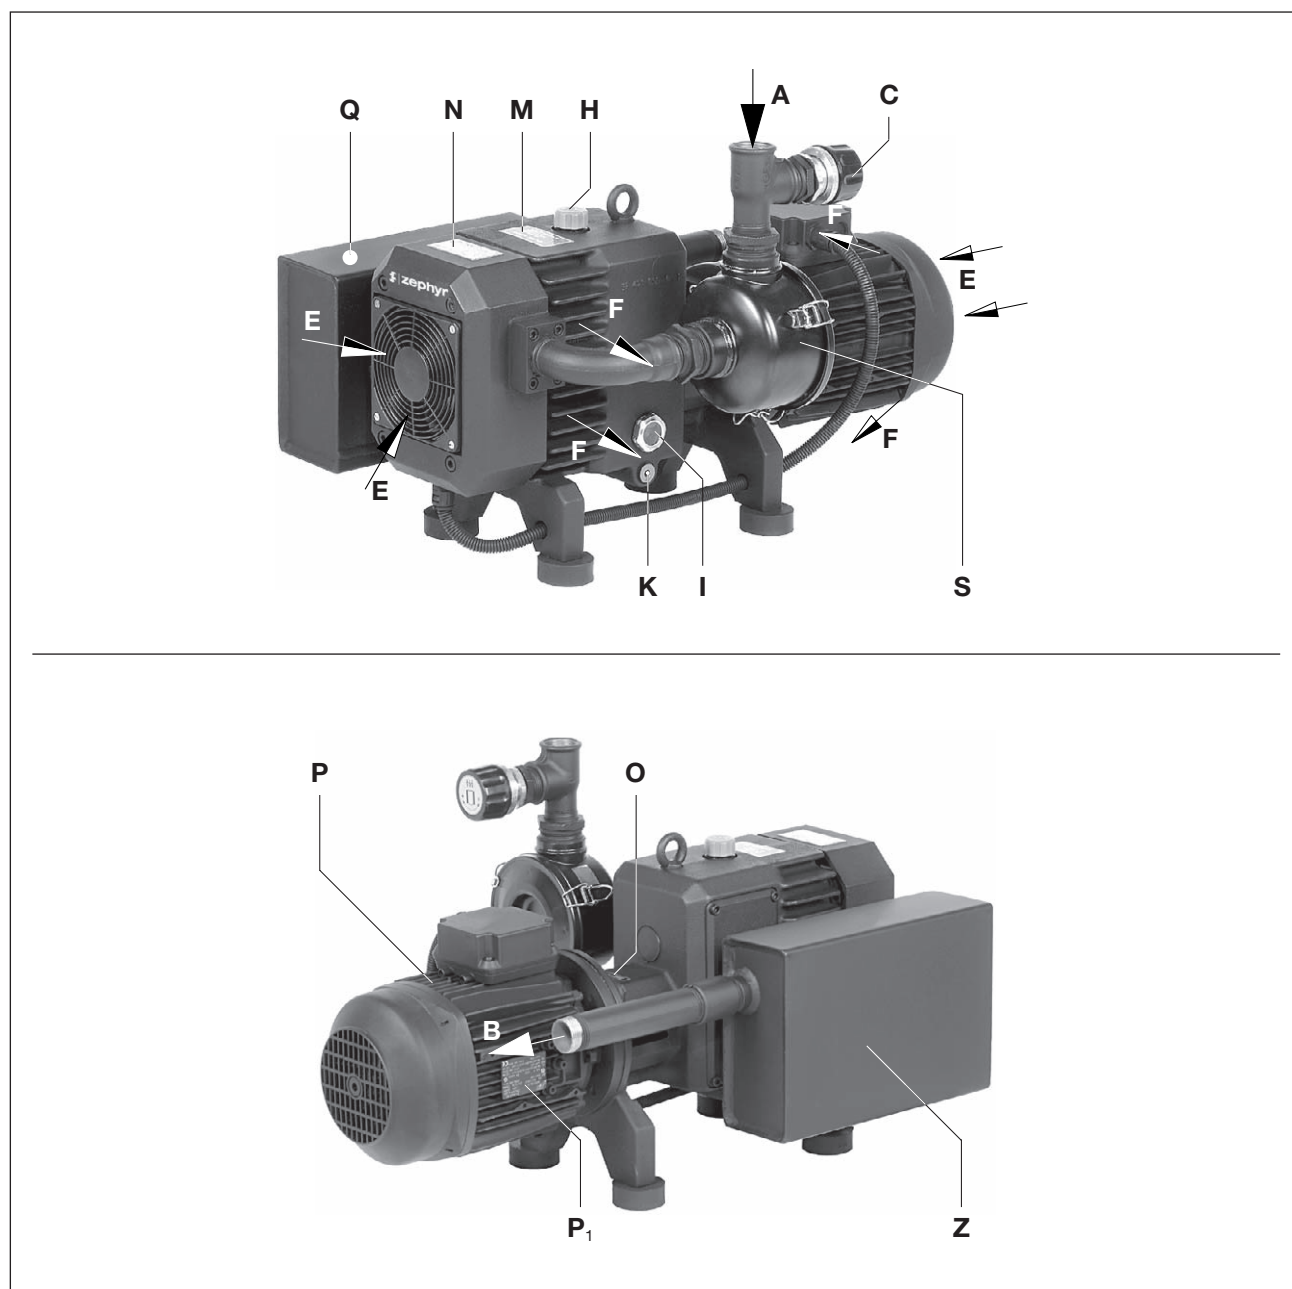
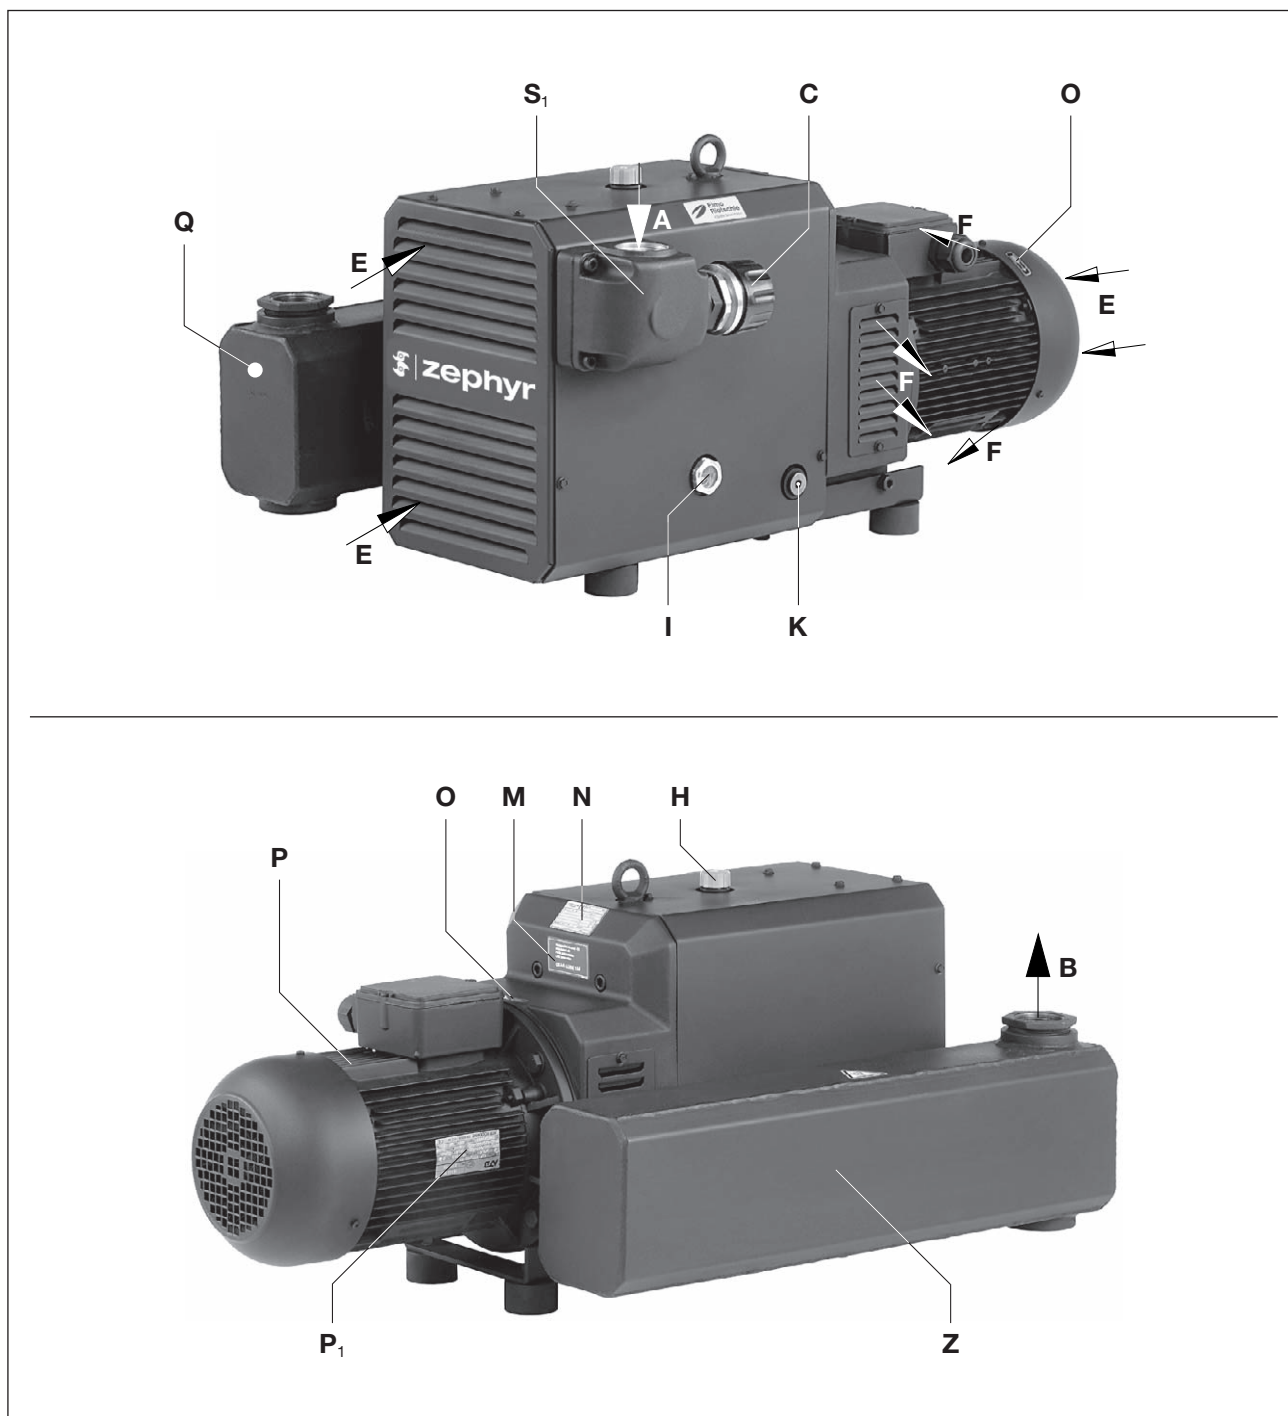

Fig. 2 Pompa per vuoto C-VLR 60
Fig. 3 Pompa per vuoto C-VLR 150
Per eliminare il calore della compressione, l'aria di raffreddamento viene aspirata con l'ausilio di un ventilatore che aspira l'aria fresca (Fig. 3/E) e che soffia via l'aria calda dall'uscita dell'aria di raffreddamento (Fig. 3/F), fra il compressore e la calotta.
Una valvola di regolazione del vuoto (Fig. 3/C) consente l'impostazione di un vuoto desiderato.
Riempimento olio (Fig. 2/H... 4/H), finestrelle ispezione olio (Fig. 2/I... 4/I) e scarichi olio (Fig. 2/K ... 4/K) devono essere facilmente accessibili.
Gli ingressi dell'aria di raffreddamento (Fig. 2/E... 4/E) e le uscite dell'aria di raffreddamento (Fig. 2/F... 4/F) devono avere una distanza di almeno 30 cm dai muri circostanti. L'aria di raffreddamento fuoriuscita non deve essere riaspirata.
Per i lavori di manutenzione deve essere prevista una distanza di 40 cm prima del filtro di aspirazione (Fig. 2/S) e il cassetta di connessione (Fig. 3/S1, 4/S1).
a) Collegamento vuoto (Fig. 2/A... 4/A).
b) L'aria aspirata può essere eliminata attraverso il silenziatore in aspirazione (ZSZ) (Fig. 2/B... 4/B) o attraverso un tubo o una conduttura.
La regolazione del vuoto può avvenire ruotando la manopola di regolazione (Fig. 2/C... 4/C) in base alla targhetta applicata alla manopola di regolazione.
- a) Riempire con olio lubrificante (tipi adatti vedi “Manutenzione”) per le ruote dentate e i cuscinetti attraverso il riempimento (Fig. 3/H) fino a metà delle finestrelle di ispezione (Fig. 3/I).
- a) I dati elettrici del motore sono indicati sulla targhetta dati (Fig. 3/N) o sulla targhetta dati motore (Fig. 3/P1). I motori sono conformi a DIN EN 60034 e sono eseguiti con classe di protezione IP 55 e classe isolamento F. Lo schema di collegamento è situato nella morsettiera del motore (non si applica nella versione con collegamento a spina). I dati del motore devono essere confrontati con quelli della rete di alimentazione usata (tipo corrente, tensione, frequenza di rete, amperaggio ammesso).